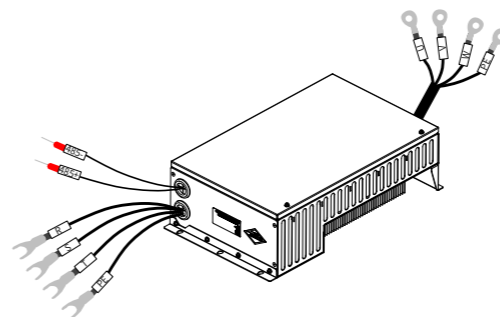

图2 端子标识图
- 第一步：按照图2标准电气接线图进行接线，并确保驱动器电气接线正确、牢固（如电源输入线R/S/T、压缩机输出线U/V/W等）；